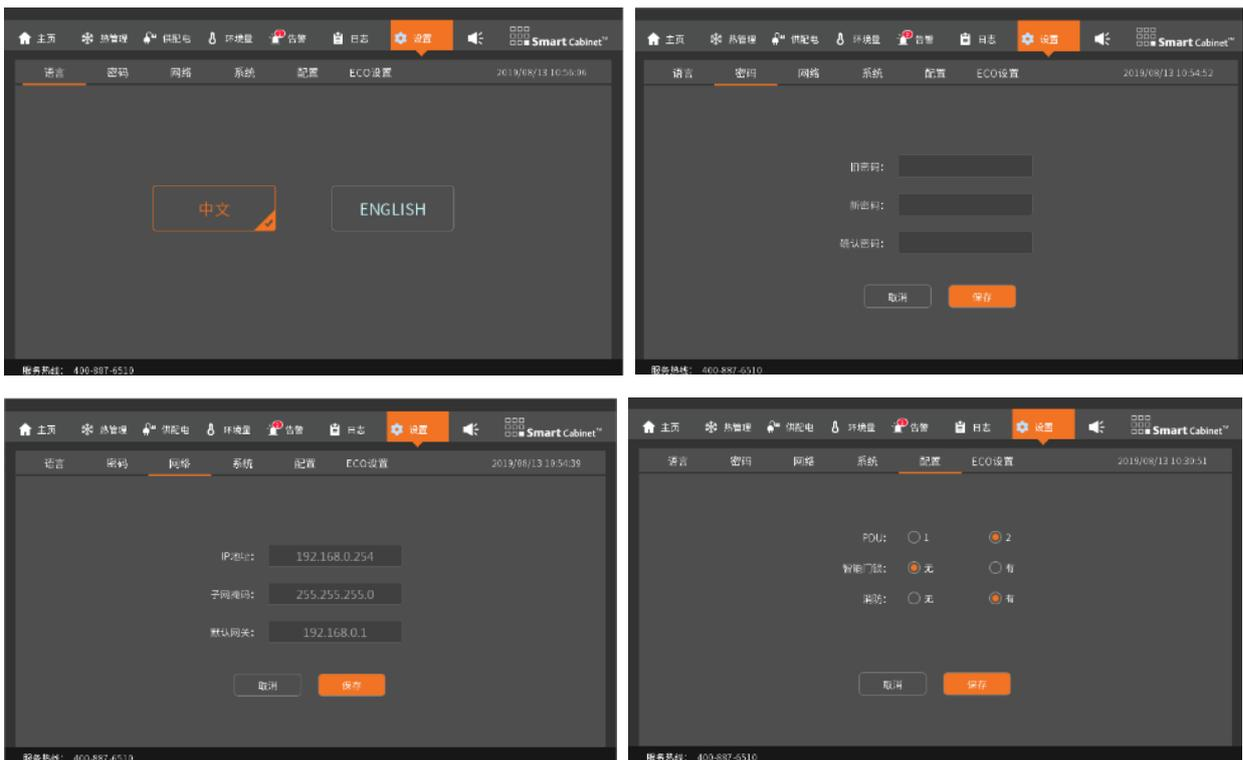

图2-36 “设置”界面
3. 通过 LCD 本地显示屏，点击“设置”->“配置”，显示屏配置选择界面，根据设备连接情况选择相应的配置选项，如图 2-36 所示。